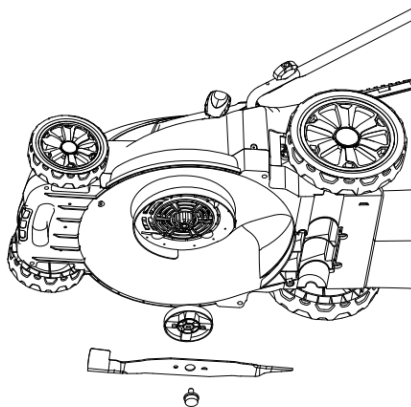

Рис. 17
- a. Поддерживайте днище и нож (21) в чистоте и удаляйте весь мусор. Удалите остатки травы из канала выброса травы (20).
- c. Поддерживайте нож (21) острым, чтобы обеспечить хорошую производительность кошения. Замените изношенный или поврежденный режущий инструмент на новый инструмент того же типа или поручите его заточку квалифицированному специалисту.
- d. Ослабьте болт (21с) подходящим гаечным ключом, и снимите его вместе с ножом (21) (см. Рис. 17).
- e. Ровно установите новый нож (21) на адаптер (21b) шпинделя.
- g. Наносите легкое машинное масло вдоль кромки режущего устройства (22) после каждого использования.